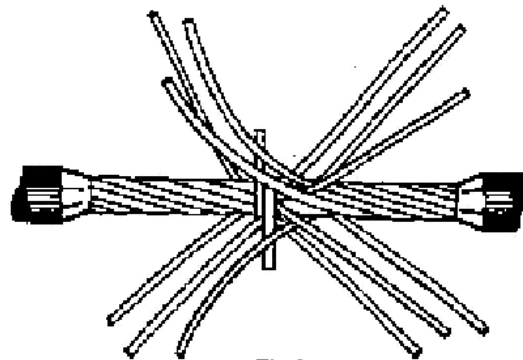

Fig.2
b) Enfrente os cabos, intercalando os condutores e comece a enrolar em sentido contrário ao trançado do cabo do qual retirou a atadura (Fig.2).